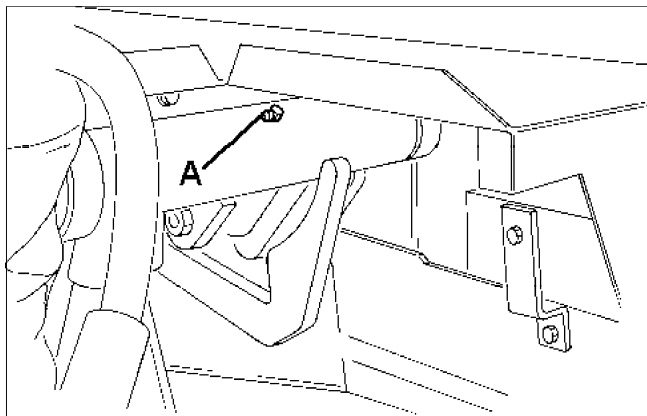

Fig.28
- (a) Lift arm pivots front (A Fig.28).
- (a) Avant des pivots du bras gauche (Fig. 28 "A").